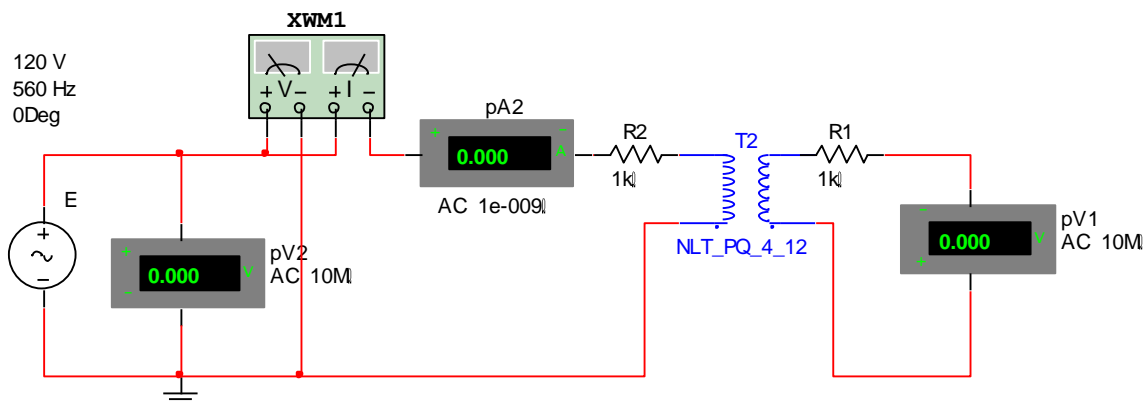

Рис. 4.5
2. Откройте файл 9.4 и включите цепь по схеме рис. 4.5. Исследуйте режим холостого хода при обратном питании. Показания приборов занесите в табл. 4.1.